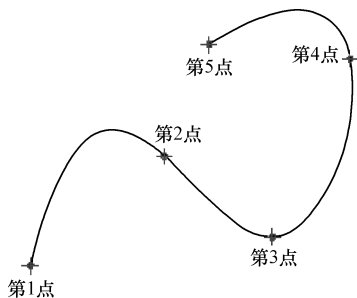

图 3-36 草绘样条曲线
【例 3-21】 草绘样条曲线,如图 3-36 所示。
- (1) 单击【草绘器工具】工具栏中的【样条】按钮,使其处于按下状态。
- (2) 在图形区单击拾取第1点,如图3-36所示。
- (3) 在图形区单击拾取第2点,出现样条曲线橡皮筋,如图3-36所示。
- (4) 在图形区单击拾取第3点、第4点……,如图3-36所示。
- (5) 单击鼠标中键,结束草绘样条曲线操作,回到选择状态。